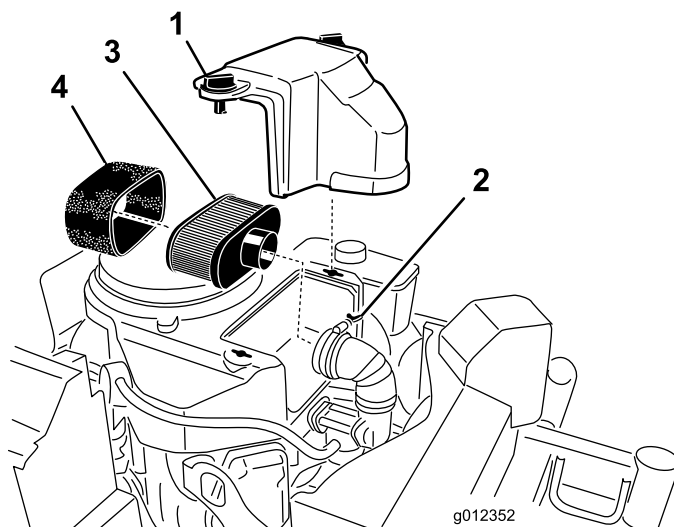

Figura 40
3. Para evitar qualquer dano, limpe à volta do filtro de ar para impedir a entrada de impurezas para o interior do motor (Figura 40).
4. Desaperte os manípulos da tampa e retire a cobertura do filtro de ar (Figura 40).
5. Desaperte a braçadeira de tubo e retire a estrutura do filtro do ar (Figura 40).
6. Retire cuidadosamente o filtro de esponja, passando pelo filtro de papel (Figura 40).
1. Não limpe o filtro de papel, substitua-o (Figura 40).
1. Coloque cuidadosamente o filtro de esponja, passando pelo filtro de papel (Figura 40).
- Coloque a estrutura do filtro do ar na base do filtro do ar ou tubo e prenda-a (Figura 40).
- Coloque a cobertura do filtro de ar na respectiva posição e aperte o manípulo da tampa (Figura 40).